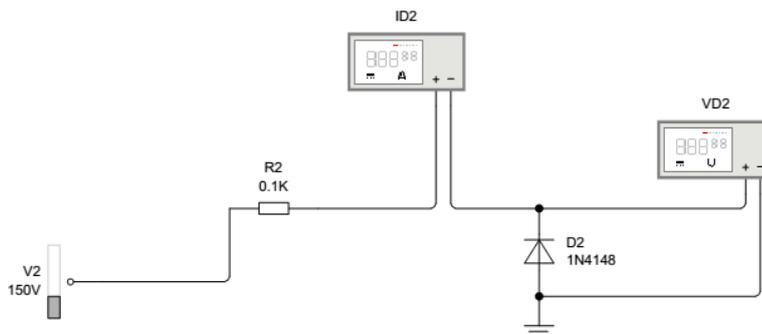

Fig. 7: Polarización inversa del diodo
2.3. Polarizar el diodo en inversa como se indica en la Fig. 7, aumentar progresivamente la tensión de alimentación, medir la tensión en los extremos del diodo  $V_D$  y anotar en una tabla, similar a la sugerida en Tabla 2, los datos de corriente  $I_D$  obtenidos en cada caso. Para este ensayo la tensión máxima de la fuente debe superar la tensión de pico inversa del diodo  $V_{PI}$ , este dato se puede obtener a partir de la hoja de datos del componente ensayado (por ejemplo, un 30% o 50% superior).